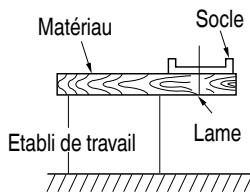

Fig. 18
- (1) Positionner l'outil en angle droit par rapport à la surface (0 degré d'inclinaison).
- (2) Tout en maintenant ouverte avec la main la section du guide du couvercle d'éclats, pousser dans l'unité principale.
- (3) Insérer les loquets du couvercle d'éclats dans les fentes de l'unité principale.
- (4) Lors de la dépose, ouvrir les loquets du couvercle d'éclats et les sortir des fentes de l'unité principale.
11. Préparer un établi (Fig. 18)